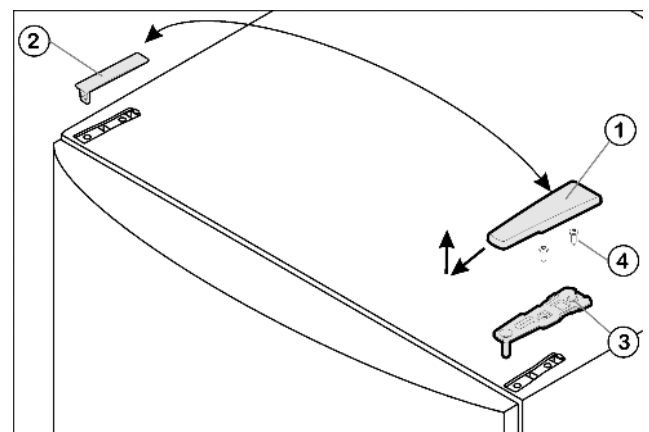

Fig. 4
- ▶ Потяните крышку Fig. 4 (1) вперед и вверх.
- ▶ Снимите крышку Fig. 4 (2).
- ▶ Открутите верхний опорный кронштейн *Fig. 4 (3)*(2 шт. Torx® 25) *Fig. 4 (4)* и вытяните вверх.
- ▶ Установите верхний опорный кронштейн Fig. 4 (3) на новой стороне шарнира и защелкните в дверце.
- ▶ Привинтите верхний опорный кронштейн (с моментом 4 Нм) (2 шт. Torx® 25) Fig. 4 (4). При необходимости сделайте отверстия или используйте аккумуляторную отвертку.
- ▶ Наденьте и защелкните крышку Fig. 4 (1) и крышку Fig. 4 (2) на противоположной стороне снаружи.